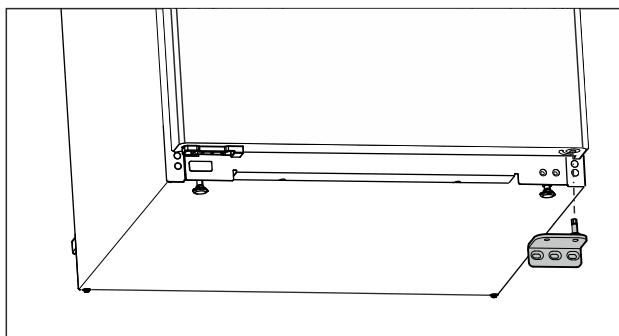

Fig. 11
- ▶ Fjern lagerbukken nedover. (se Fig. 11)